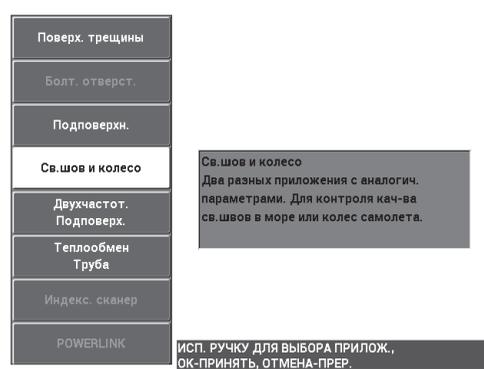

Рис. 5-31 Приложение Сварной шов и колесо
2. Нажмите клавишу меню ADV SETUP (), затем выберите **ВЫБР ПРИЛ.** (клавиша A), чтобы открыть меню выбора приложений. С помощью ручки выберите **Св.шов и колесо** и нажмите  для подтверждения (см. Рис. 5-31 на стр. 157).